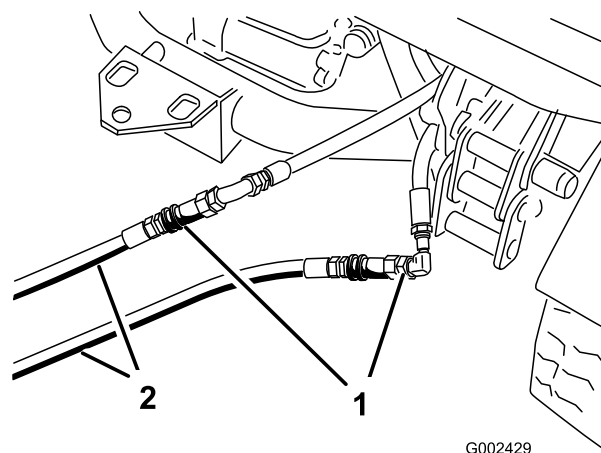

Figura 76
3. Na máquina parada, ligue as duas mangueiras de ligação às mangueiras que foram desligadas (Figura 76).